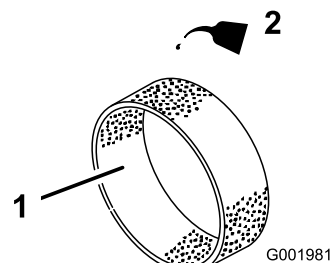

図 47
4. 乾いたら新しいエンジン・オイルを30～60 cc含ませる(図 47)。